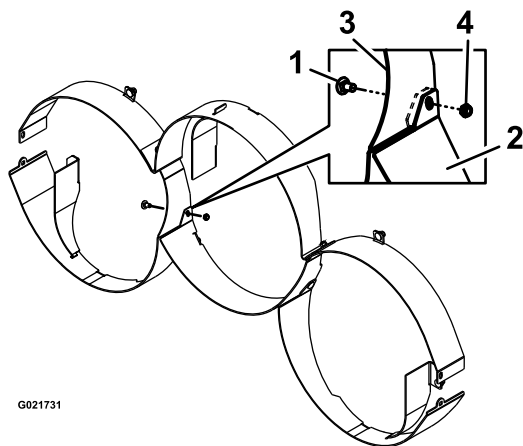

Figure 4
- Montez le déflecteur central arrière à l'aide de 2 boulons de carrosserie (3/8-16 x 7/8 po) et 2 écrous à embase (3/8-16), comme montré à la Figure 4.
Remarque: Ce déflecteur se monte entre les rebords du déflecteur extérieur avant (Figure 4).
Remarque: Au point de rencontre des déflecteurs extérieurs avant, des déflecteurs extérieurs arrière et du déflecteur central arrière, installez 2 boulons de carrosserie (3/8-16 x 7/8 po) et les 2 contre-écrous (3/8-16), comme montré à la Figure 4.